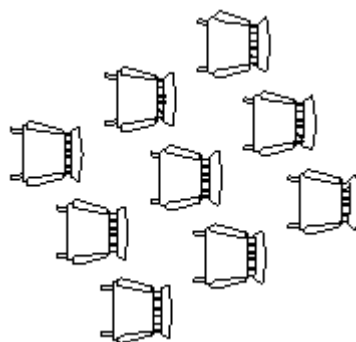

图 5-15 行间距和列间距的设置结果
2) 改变系统变量 `Snapang` 的值, 改变捕捉和网格的方向, 再用 `Array` 命令中的矩形 (R) 选项阵列复制时, 可复制成沿一定角度阵列对象。先将 `Snapang` 的值设置为  $30^\circ$ , 然后用 `Array` 命令中矩形 (R) 选项, 行间距和列间距的设置同上面的操作。结果如图 5-15 所示。